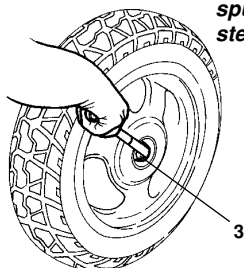

Fig. 32
- desenroscar la tuerca de bloqueo (3 - Fig. 32) de la rueda,
- Dévisser l'écrou de blocage (3 - Fig. 32) de la roue.